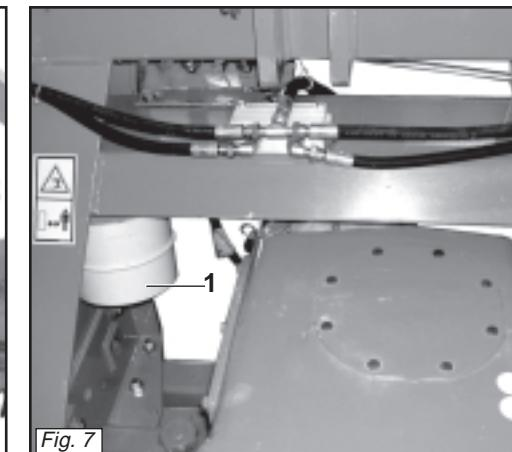
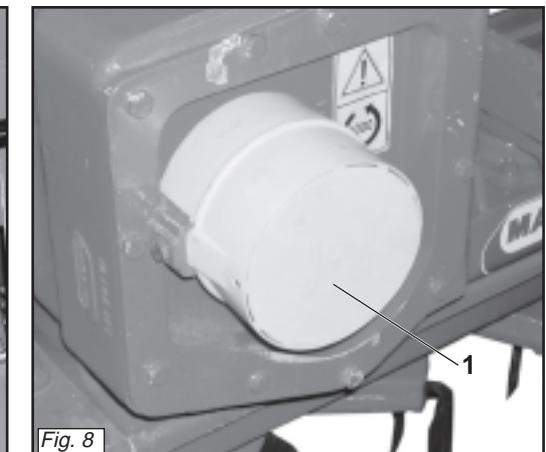

Fig. 7
Fig. 8
- Montare la protezione sulla presa di forza posteriore togliendola dalla posizione (1 Fig. 7), metterla nella posizione (1 Fig. 8).
- Mount the shield on the rear PTO, removing it from position (1 Fig. 7) and fitting it in position (1 Fig. 8).
- Den Schutz auf der Heckzapfwelle montieren, indem man es aus der Position (1 Abb. 7) entfernt und in die Position (1 Abb. 8) bringt.
- Monter la protection sur la prise de force arrière en l'enlevant de la position (1 Fig. 7), la mettre dans la position (1 Fig. 8).
- Montar la protección en la toma de fuerza trasera quitándola de la posición (1 Fig. 7) y posicionándola en (1 Fig. 8).